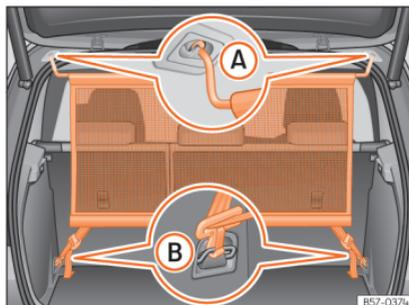

Abb. 138 Trennnetzwanne eingebaut.
- Netztrennwanne in der linken Aufnahme am Dach einhängen »» **Abb. 138 A**. Darauf achten, dass die Querstange über die obere Position hinaus nach unten gezogen wird.
- Netztrennwanne in der rechten Aufnahme am Dach durch Zusammendrücken der Querstange einhängen »» **Abb. 138 A**.
- Beide Haltehebel der Netztrennwanne in die vorderen Verzurrösen im Gepäckraum »» **Abb. 138 B** einhängen und die Gurte fest spannen.